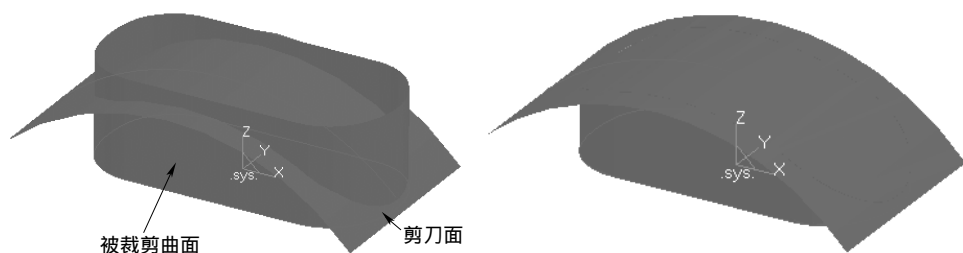

图 8-87 曲面裁剪 1
1) 选择下拉菜单“造型”→“曲面编辑”→“曲面裁剪”命令,或者单击“线面编辑栏”工具栏上的“曲面裁剪”按钮,在立即菜单中选择“面裁剪”方式,拾取图 8-87 所示的裁剪曲面和剪刀面,单击鼠标右键完成操作,如图 8-87 所示。